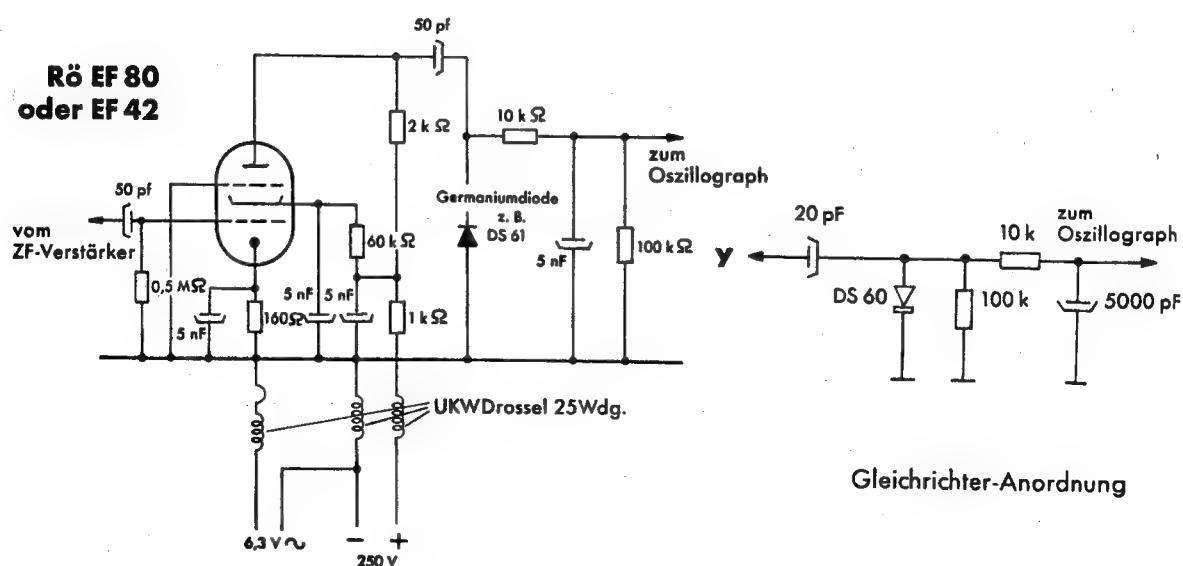

Bild 14
- b) Am Punkt Y (Bild 13) schließt man den Oszilloskop über eine Gleichrichteranordnung, besser noch über eine Verstärkeranordnung mit Gleichrichter, an: Bild 14 zeigt die Schaltung dieser Anordnung, die man sich leicht selbst bauen kann. Die Anordnung mit Verstärker ist vorzuziehen, weil man damit auf dem Oszilloskop eine höhere Kurve schreiben kann, ohne den ZF-Verstärker zu übersteuern.